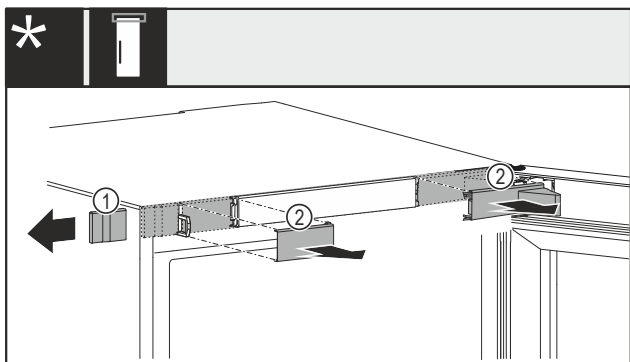

Fig. 13 S mechanickým nebo elektrickým zámkem\*
- ▶ Opatrně sejměte kryt Fig. 13 (1) ze strany.\*
- ▶ Opatrně sejměte kryty Fig. 13 (2) směrem dopředu.\*